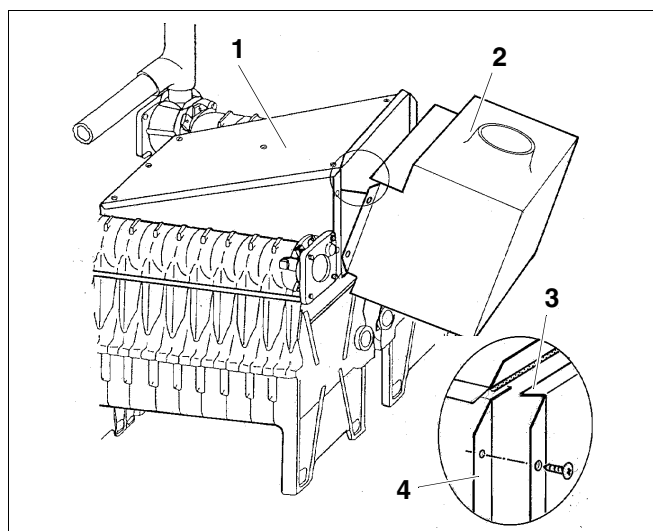

Fig. 41 Montage du coupe-tirage
En cas de livraison avec clapet d'obturation des fumées*, il faut monter celui-ci dans le coupe-tirage (fig. 41, **pos. 2**) avant la mise en place de ce dernier. Voir notice de montage séparée.
- Le coupe-tirage (fig.41, **pos.2**) se fixe à l'aide de 6 vis courtes à tête plate 3,9x9,5 aux panneaux latéraux (fig.41, **pos.4**) du collecteur de fumées.
Lors du montage du coupe tirage il faut veiller à ce que la tôle supérieure (fig.41, **pos.3**) de ce dernier se trouve entre la paroi de séparation, les panneaux latéraux et le couvercle de nettoyage (fig.41, **pos.1**).
- Serrer toutes les vis du couvercle de nettoyage (fig.41, **pos.1**).
Lors de la mise en place, veiller à ce que le **joint** du couvercle de nettoyage (fig.41, **pos.1**) du collecteur de fumées ne soit **pas endommagé**.
En cas de difficultés de montage du coupe-tirage (fig.41, **pos. 2**) desserrer légèrement les vis du couvercle de nettoyage ou des panneaux latéraux. Après montage conforme du coupe-tirage, il faut resserrer toutes les vis.
Légende pour fig.41